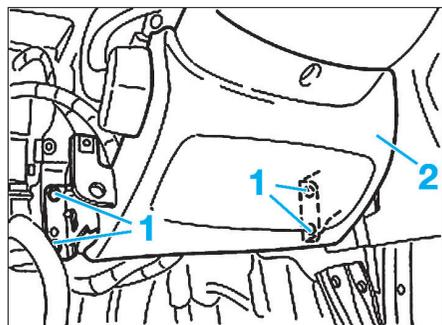

Fig. 10
- Déposer les vis (1) puis déplacer le module d'airbag (2) (Fig.10).